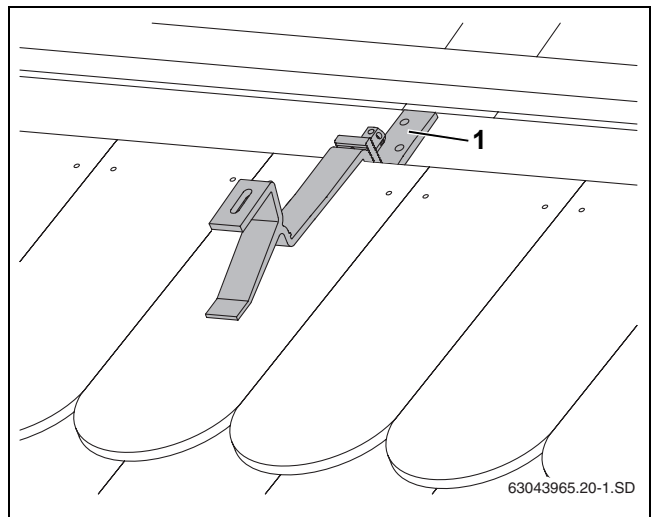

Fig. 17 Gancho de tejado montado
- ▶ Empujar lo más posible hacia abajo la parte inferior del gancho para tejado, hasta que éste asiente sobre la viga o, eventualmente, sobre la tabla/cuña (Fig. 17, [1]).